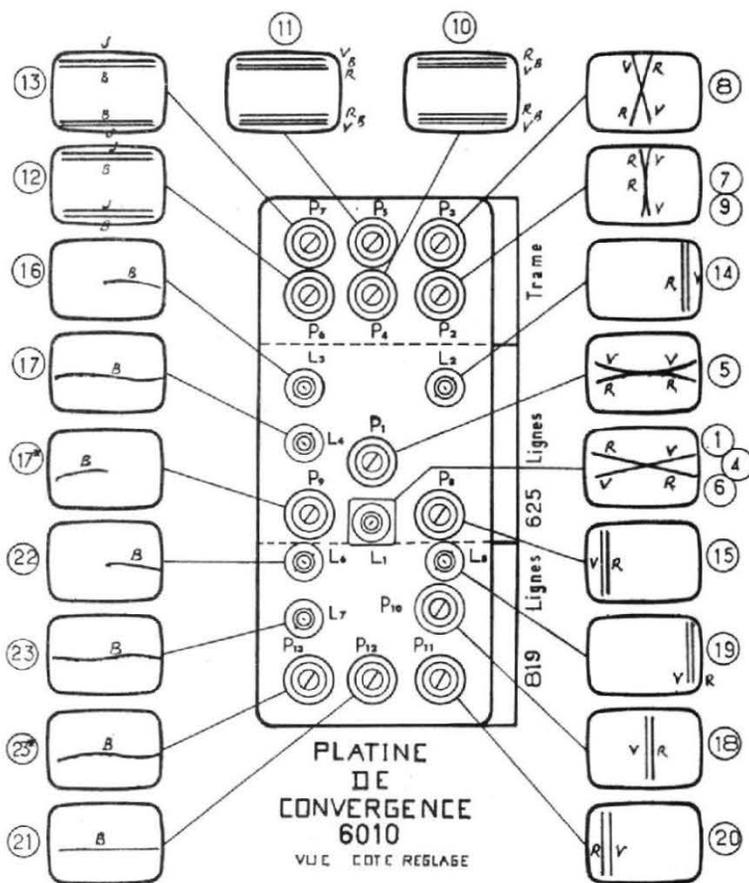

FIG. 4
Dans le cas de l'emploi du matériel Oréga, décrit présentement, on tiendra compte des schémas des figures 1, 2 et 3 et du tableau de réglages de la figure 4.
Observer strictement l'ordre des opérations indiqué plus loin. Sur la figure 4, on a représenté au milieu, la face de la platine des convergences sur laquelle on a accès aux réglages. Autour de cette platine, on a dessiné des reproductions de l'écran correspondant à divers réglages.
Les opérations (1), (2), (3), etc. correspondent aux images désignées par les mêmes numéros d'un cercle, sur la figure 4.
(7) Tourner le bouton de P2 de façon que la ligne verticale « centrale » rouge (c'est-à-dire du milieu de l'image) soit presque superposée à la ligne verticale centrale verte.
(8) Equilibrer l'écart restant, si nécessaire, en agissant sur le potentiomètre P3.
(9) Terminer le réglage avec le potentiomètre P2.
(10) Tourner P4 pour superposer les lignes horizontales rouge et verte, en haut et en bas de l'écran. Si ce réglage est impossible, on s'efforcera d'obtenir que les lignes de même couleur soient intérieures ou extérieures mais divergent également.
(11) Agir, alors sur P5 pour obtenir leur superposition.
(12) Allumer le canon bleu, tourner P6 de façon à amener les lignes horizontales bleues, en haut et en bas de l'écran, sur les lignes horizontales jaunes précédemment formées. En cas d'impossibilité, obtenir qu'elles soient intérieures ou extérieures mais déconvergent également.
(13) Régler P7 de façon à amener ces lignes en superposition avec les lignes jaunes.